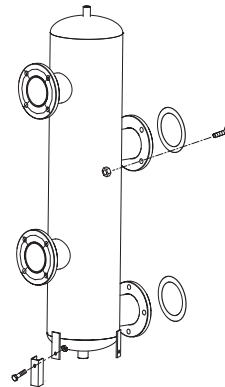

Fig. 9
1.12 COMPENSATORE IDRAULICO COD. 8101553 PER "MURELLE EQUIPE 440-550" (da richiedere a parte) (fig. 9)